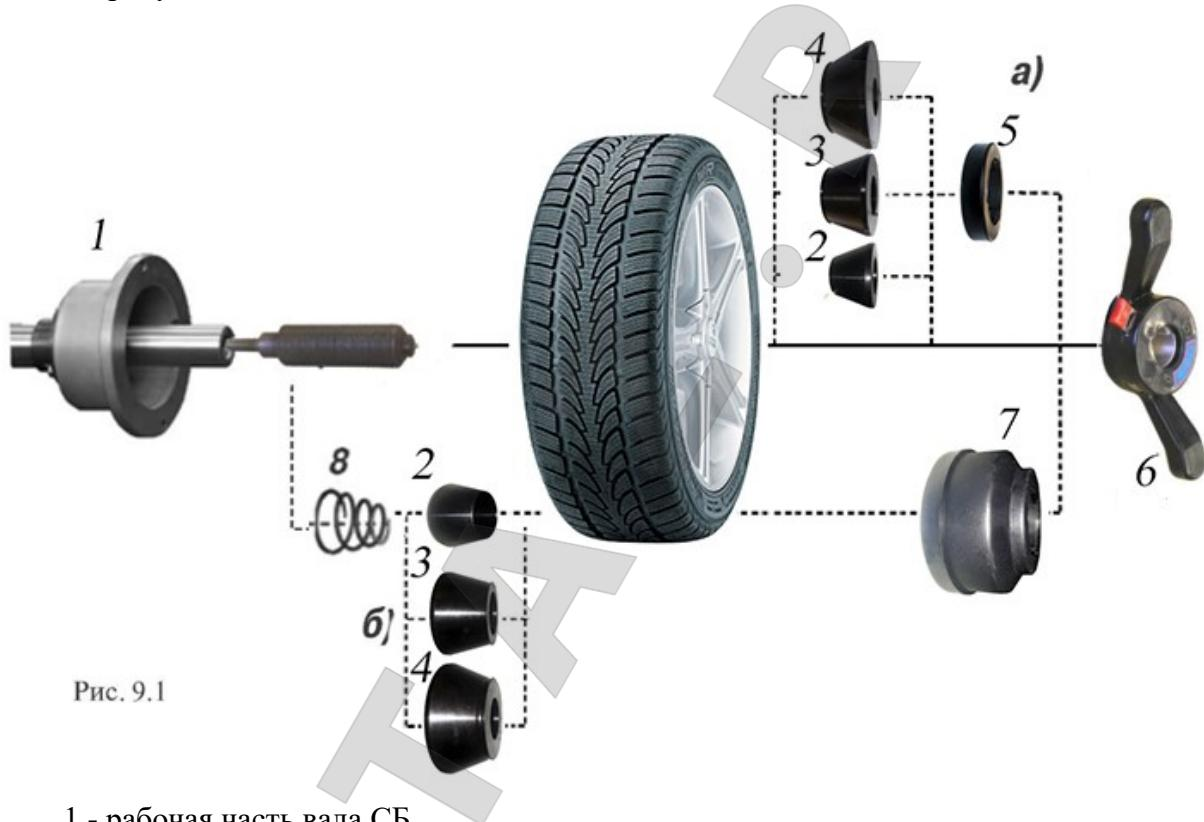

Рис. 9.1
9.2. Балансируемое колесо закрепляется на валу СБ за центральное отверстие диска с помощью конусов и быстросъемной гайки с раздвижными резьбовыми сухарями. В зависимости от конфигурации диска конус может быть установлен как с внешней стороны диска (вариант «а»), так и с внутренней (вариант «б») (см.рис. 9.1)
9.6. СБ оборудован педалью для ускорения установки колеса по (варианту «б») (см. рис. 9.1). Установите колесо на конус, установите быстросъемную гайку, нажмите два раза педаль, удерживая колесо и быстросъемную гайку. Вал СБ начнет вращаться, зажимая колесо, когда колесо будет зажато вращение вала остановиться. Окончательно затяните колесо быстросъемной гайкой вручную.